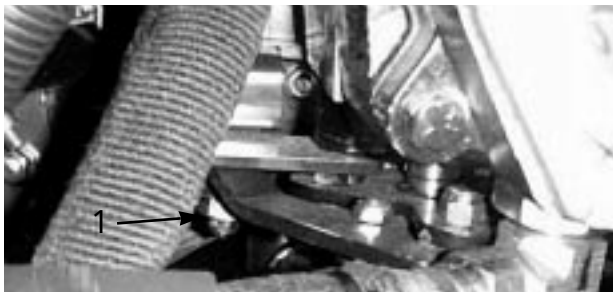

図 56
3. トラクション調整カムのロックナット（図 56）をゆるめる。